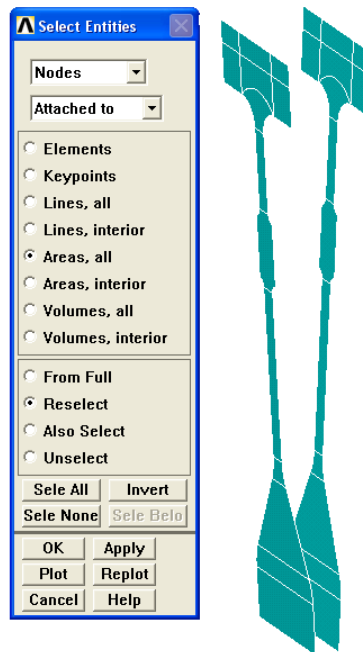

Рис. 7.23. Выбор узлов, принадлежащих противоположным граням сектора
2) Выберите узлы, принадлежащие этим поверхностям (см. рис. 7.23): **UM** → **Select** → **Entities** → **Nodes** → **Attached to** → **Areas all** → **Reselect**;